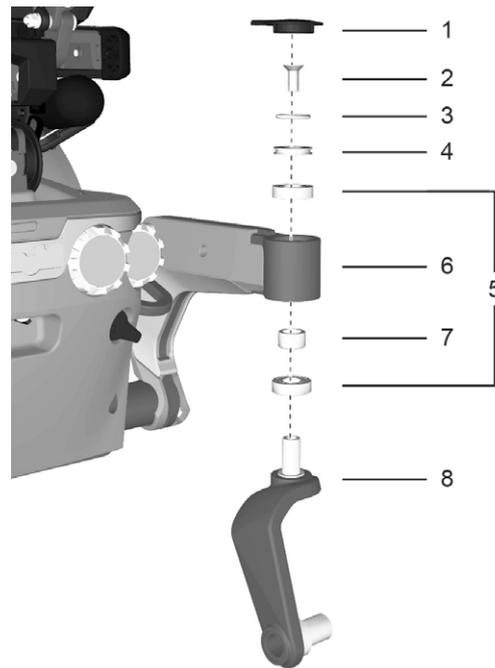

Abbildung 41. Radgabel mit Friktionsbremse.
3. Abdeckkappe an der Oberseite des Lenkarms entfernen. Siehe Abbildung. 41.
4. Radgabel abmontieren. Sie ist von oben mit einer Schraube montiert, siehe Abbildung 41
3. Bei Bedarf Friktionsbremse reinigen und abschmieren mit Schmierfett für Friktionsbremse, Art. Nr. 1820405, bevor sie in die Lagerung des Tragarms eingesetzt wird, siehe Abbildung 41.
4. Schraube (2) und Friktionsscheibe (4) von oben montieren. Siehe Abbildung. 41. Schraube mit einem Drehmomentschlüssel festziehen.